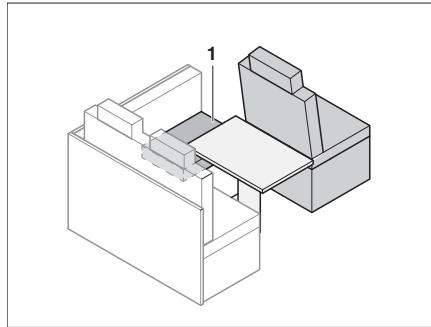

Fig. 165 Avant la transformation
- Mettre le coussin d'assise (Fig. 165,1) sur le côté.